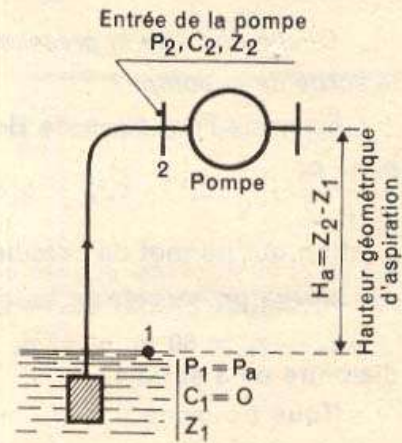

Fig. 9
**PROBLÈME DE L'ASPIRATION (fig. 9).**